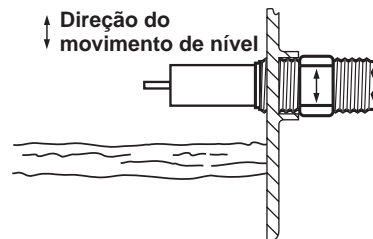

Figura 5
2. Certifique-se de que o sensor esteja posicionado com a seta indicando o sentido da vazão (veja as Figuras 3 e 4) ou nível (veja a Figura 5).